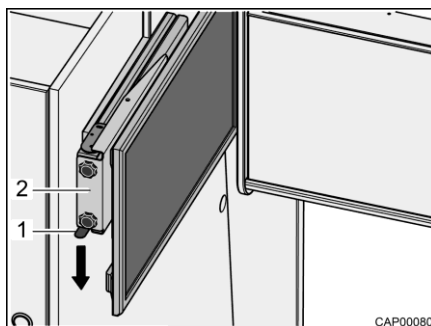

Bild 30 Utdrag med platt bildskärm
- Tryck låsfjädern (Bild 30,1) nedåt och dra ut utdraget (Bild 30,2) med den platta bildskärmen vågrätt i riktning mot fordonets mitt.
- Skjut in utdraget (Bild 30,2) med den platta bildskärmen vågrätt fram till anslaget. Låsfjädern (Bild 30,1) hakar fast hörbart.